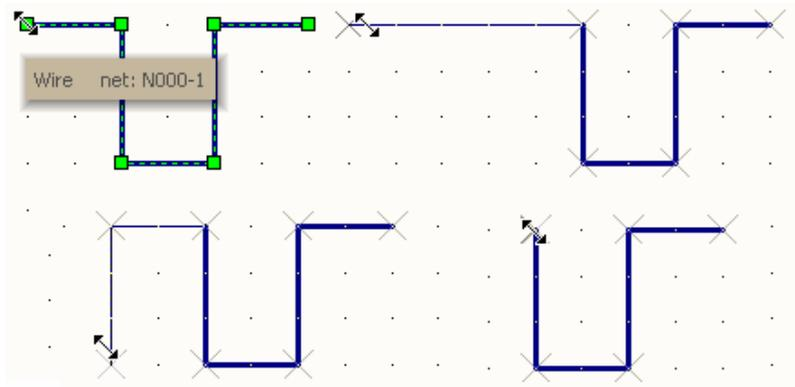

图 3-65 端点的编辑
- 导线端点的编辑:如图 3-65,首先选中需要编辑的导线,将光标移至导线的端点上(每段导线有且只有两个端点),当光标将呈右斜的双箭头状后就可以用鼠标左键拖动端点进行移动了。拖动端点沿着导线的方向移动可以增长或缩短导线;斜方向移动则导线会自动增加一个节点和一段小节并沿直线走线;当端点移至与其相邻的节点时两个节点会合并为一个端点,并使这段导线减小一段小节。